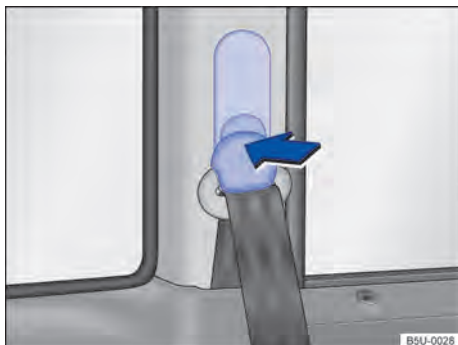

Fig. 29 Ao lado dos bancos dianteiros: regulagem de altura do cinto de segurança.
- Pressionar o dispositivo regulador no sentido da seta e mantê-lo pressionado → **Fig. 29**.